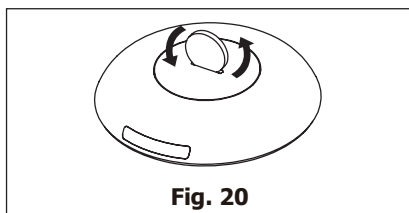

Fig. 20
- 2.** Brug en mønt eller lignende for at dreje bagdækslet modsat uret for at åbne det. (Fig.20 og 21)